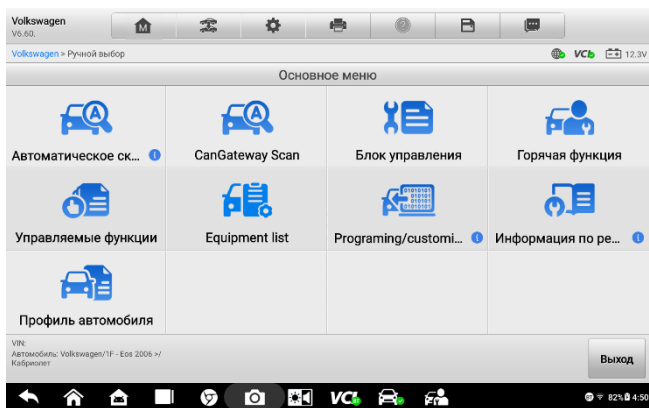

Рисунок 4-2 Экран диагностики автомобиля
5. Нажмите **ОК**. Автомобиль будет идентифицирован в течение нескольких секунд, и после подтверждения информации об автомобиле система направит вас непосредственно к экрану диагностики автомобиля. (См Рисунок 4-2 Экран диагностики автомобиля.)